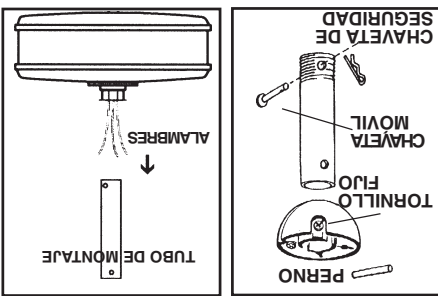

FIG. 7
Paso 3. (Fig. 7) Afloje el tornillo fijo de la esfera de soporte y quite la chaveta de tubo de montaje. Quite la chaveta de seguridad y la chaveta móvil.